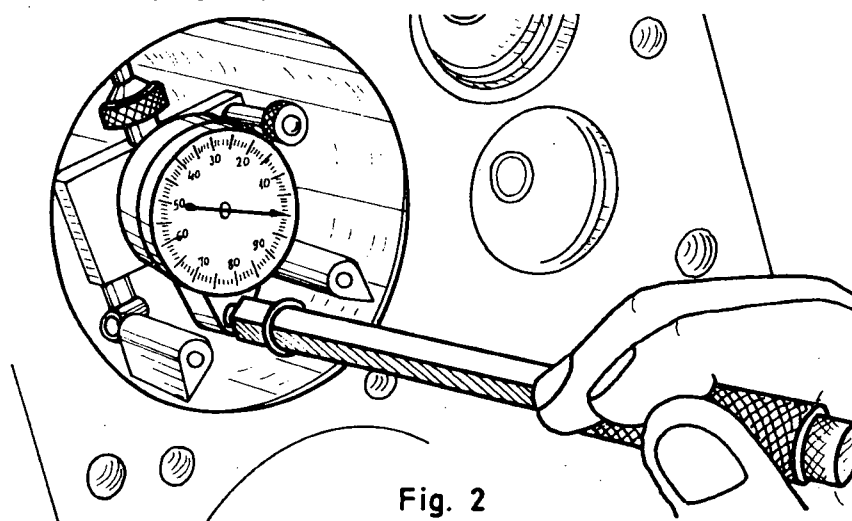

Fig. 2
- d Meça o interior do cilindro, com um micrômetro, para determinar se existem ovalização ou conicidade, seguindo as instruções do fabricante (fig. 2).